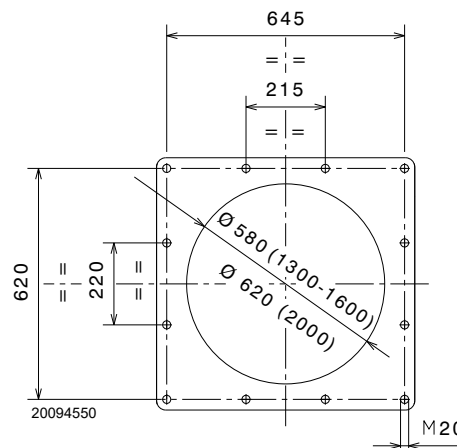

Fig. 13
Taladrar la placa de cierre de la cámara de combustión tal como se indica en Fig. 13.
- Introducir todo el quemador en el orificio de la caldera, preparado anteriormente como en la Fig. 13, y fijar con los tornillos suministrados (par de torsión $250 \div 300$ Nm).